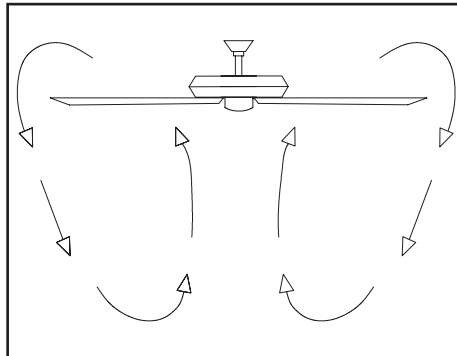

Figura 22
**Clima frío** - (Reversa) Un flujo de aire hacia arriba desplaza el aire cálido lejos del techo, como se muestra en la Figura 22. Esto te permite fijar la unidad de calefacción en una configuración más baja sin afectar tu comodidad.